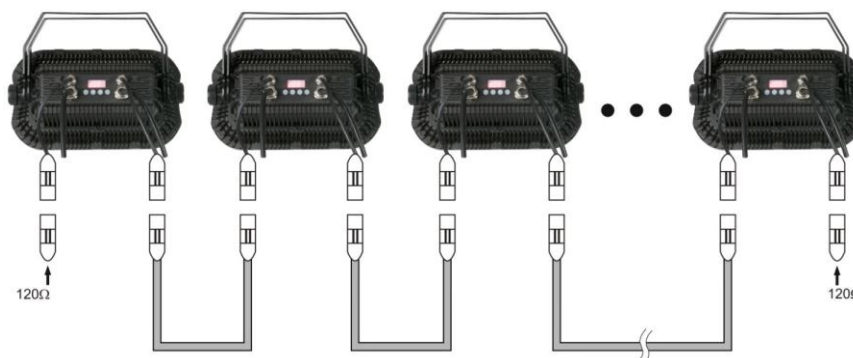

Abb. 10
- 02) Verbinden Sie die gewünschte Anzahl an Geräten auf diese Weise, wie in Abb. 10 gezeigt.